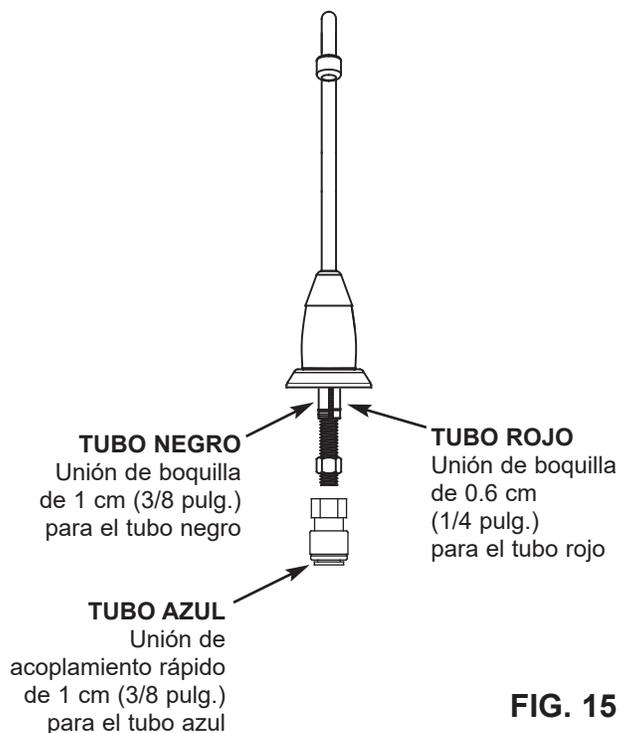

FIG. 15
3. Ubique la tubería negra de 3/8 pulg. (1 cm) y empuje un extremo en la unión de boquilla de 3/8 pulg. (1 cm) del grifo, vea la Fig. 15.
4. Ubique la tubería roja de 1/4 pulg. (0,6 cm) conectada al conjunto de ósmosis inversa. Retire la tapa de empaque del extremo suelto de la tubería roja. Tienda la tubería roja de abajo hacia arriba a través del orificio de montaje del grifo. Corte el tubo en ángulo recto y a la medida según sea necesario. Vea la Fig. 17. Empuje el extremo de la tubería en la unión de boquilla de 1/4 pulg. (0,6 cm). Vea la Fig. 15.
8. Ubique la tubería azul de 3/8 pulg. (1 cm) y empuje un extremo en la unión de acoplamiento rápido. Vea la Fig. 15. Haga pasar el tubo por el collarín e insértelo totalmente en la unión. El acoplamiento pleno es de 3/4 pulg. de porción del tubo dentro de la unión.